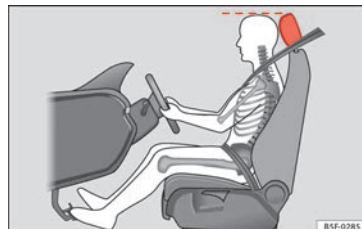

Fig. 85 Corretto posizionamento del poggiatesta del conducente.
- Regolare il poggiatesta portando il suo bordo superiore alla stessa altezza della parte superiore della testa » **fig. 85.**